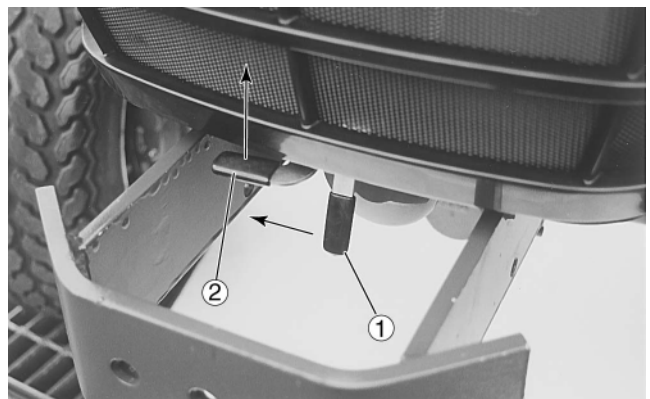
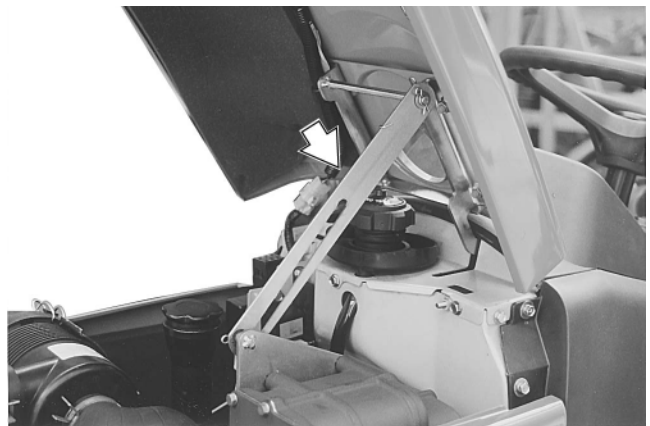

図29 フードラッチ
図30 フードサポート
1. フードを上げるには、ラッチレバー①を右に動かし、安全キャッチ②を上に移動(図29)します。フードを完全に上げると、フードサポート(図30)が自動的にフードを上げた位置に固定します。